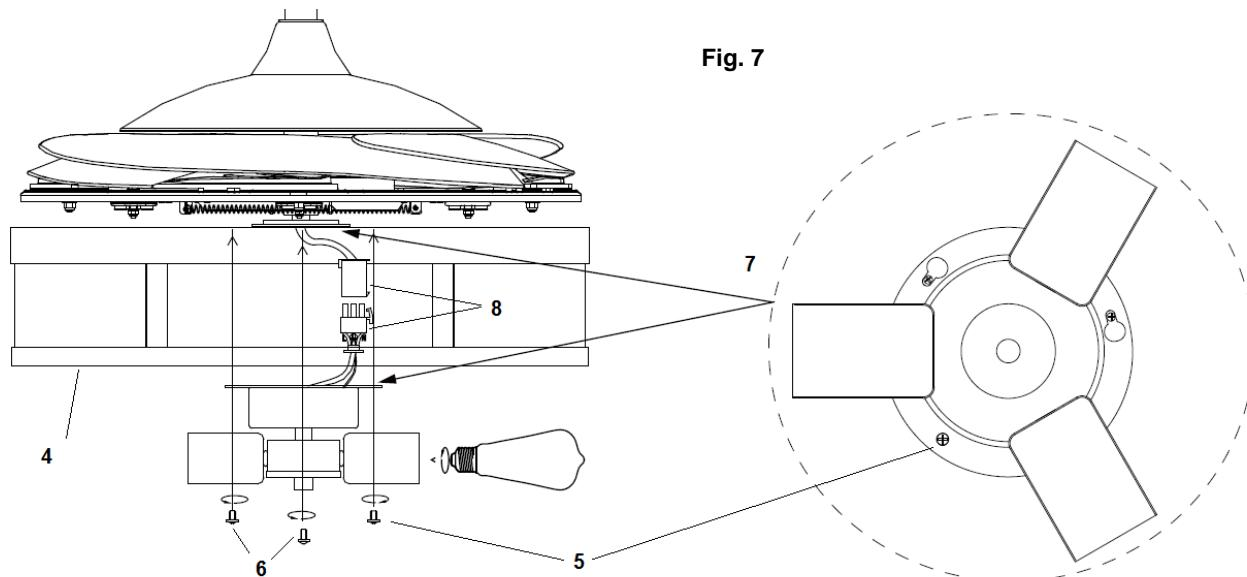

Fig. 7
- Maak de stekkers (8) aan elkaar vast.
- Draai de schroef (5) uit de lampenkop (4) los. Breng de twee sleufschoeven (6) op één lijn met de sleutelgaten van de lichtset (7). Fig.7